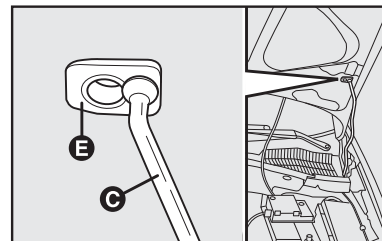

fig. 96
- 4) Introduzca el extremo de la varilla **D** en el alojamiento **E** del capó fig. 96.
- 1) Manténgalo levantado con una mano y con la otra quite la varilla **D**-fig. 96 de la apertura **E** y colóquela en su dispositivo de bloqueo.